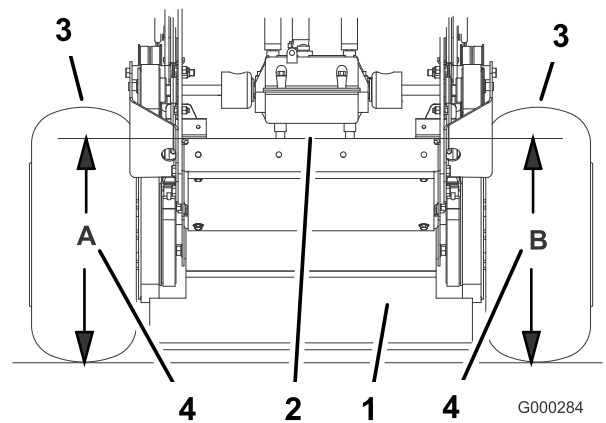

Figura 53
- Mida la altura de la carcasa del motor en la posición **B** (Figura 53).
- Mida la altura de la carcasa del motor en la posición **A** (Figura 53).